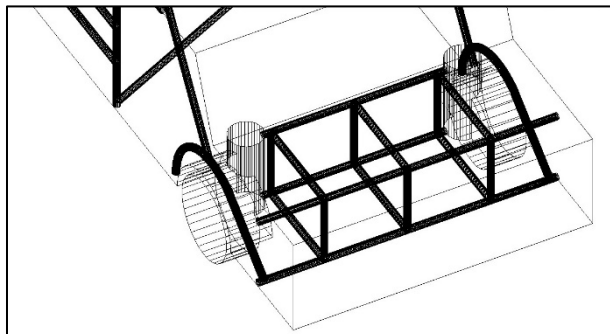

Bild 6: Variante A
- Eine Federbeinverstärkung (Domstrebe) zwischen den oberen Federbeinbefestigungen aus maximal dem gleichen Material des Käfigs darf verbaut werden. An der Domstrebe darf im vorderen Bereich auch eine Motorabstützung angebracht werden. Diese Abstützung darf jedoch nicht über das vordere Motorende hinausragen und darf nicht in die Kotflügelkanten gezogen werden (Siehe Bild 6)!